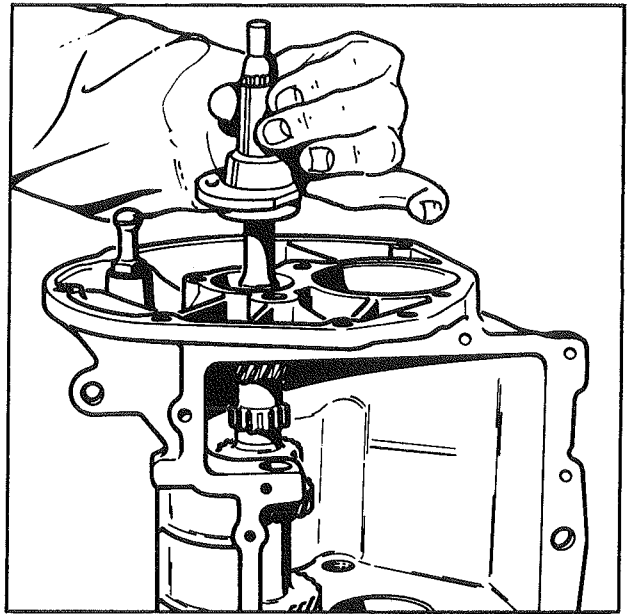

Fig. 10
- Déposer le support de butée de débrayage (fig. 10).